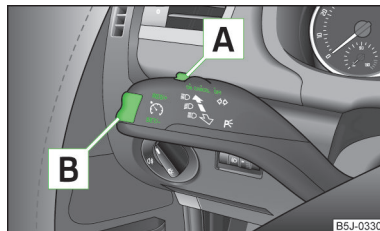

Fig. 102
- Apăsați comutatorul **A** » fig. 102 în poziția **ON**.
- ▶ Apăsați butonul basculant **B** » fig. 102 la pagina 114 în poziția **RES**.
- ▶ Viteza memorată se poate **reduce** prin apăsarea butonului basculant **B** » fig. 102 la pagina 114 în poziția **SET**.
Sistemul de control automat al vitezei de deplasare se **dezactivează temporar** prin apăsarea comutatorului **A** » fig. 102 la pagina 114 în poziția **CANCEL**, respectiv dacă se apasă și pedala de frână sau de ambreiaj.
- ▶ Apăsați comutatorul **A** » fig. 102 la pagina 114 spre dreapta, în poziția **OFF**.